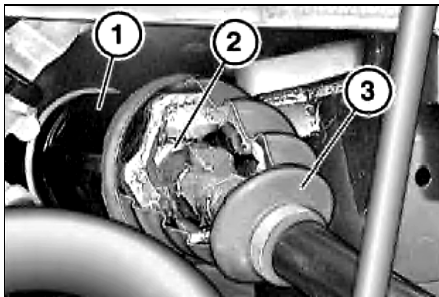

Рис. 14.35. Трипод.
**Внимание:** при отсоединении поворотной опоры от амортизационной стойки трипод (2, рис.14.35) может выпасть из стакана (1) и упасть в чехол (3).